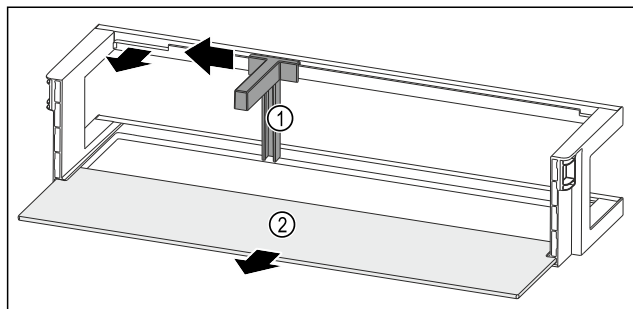

Fig. 90 Vratna polica z držalom za steklenice in odlagalno polico
- ▶ Držalo za steklenice Fig. 90 (1) potisnite povsem na stran do odprtine.
- ▶ Odstranite držalo za steklenice Fig. 90 (1).
- ▶ Odstranite polico za odlaganje Fig. 90 (2).